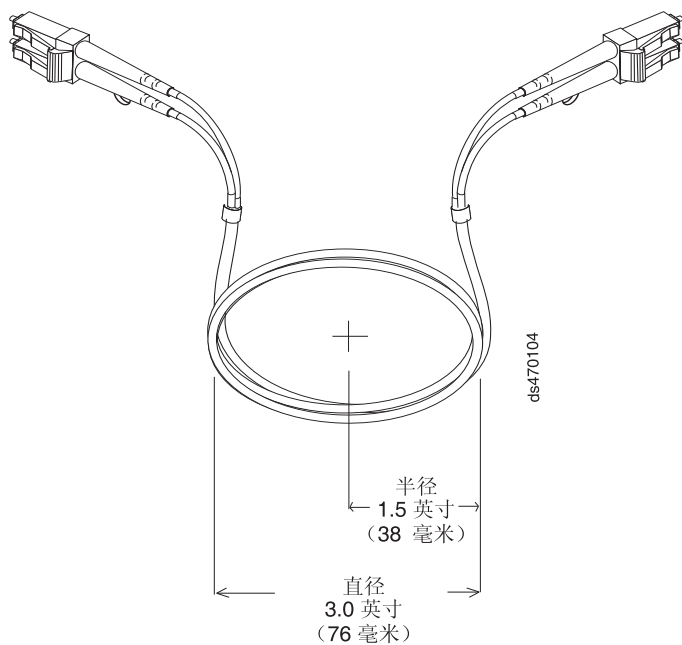

图 29. 建议的光缆弯曲和环路规格
**要点：**IBM 光纤通道 (FC) 电缆选件已经过测试，并获得批准可用于 IBM DS 存储器产品。为了获得最佳性能和兼容性，在安装 IBM DS 产品时，请始终使用 IBM FC 电缆选件。
- 在存放过长或未使用的光缆时，请勿将光缆弯曲到直径小于 76 毫米（3 英寸）或半径小于 38 毫米（1.5 英寸），也不要让光缆卷在一起。请参阅第 50 页的图 29。